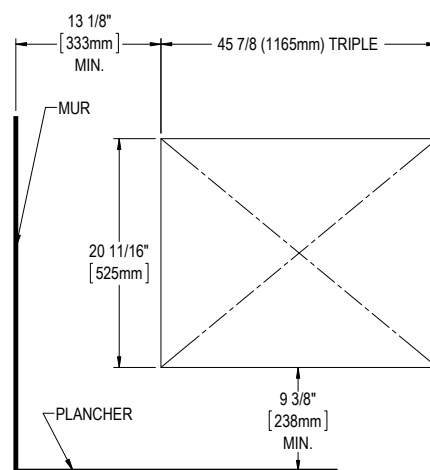

FIG. 3
2. Les unités triples doivent être installées à une distance minimale de **12 po (305 mm)** des murs adjacents et de **8 po (203 mm)** du plancher. Pour connaître l'ouverture d'encastrement des unités triples, référez-vous à la figure 3.